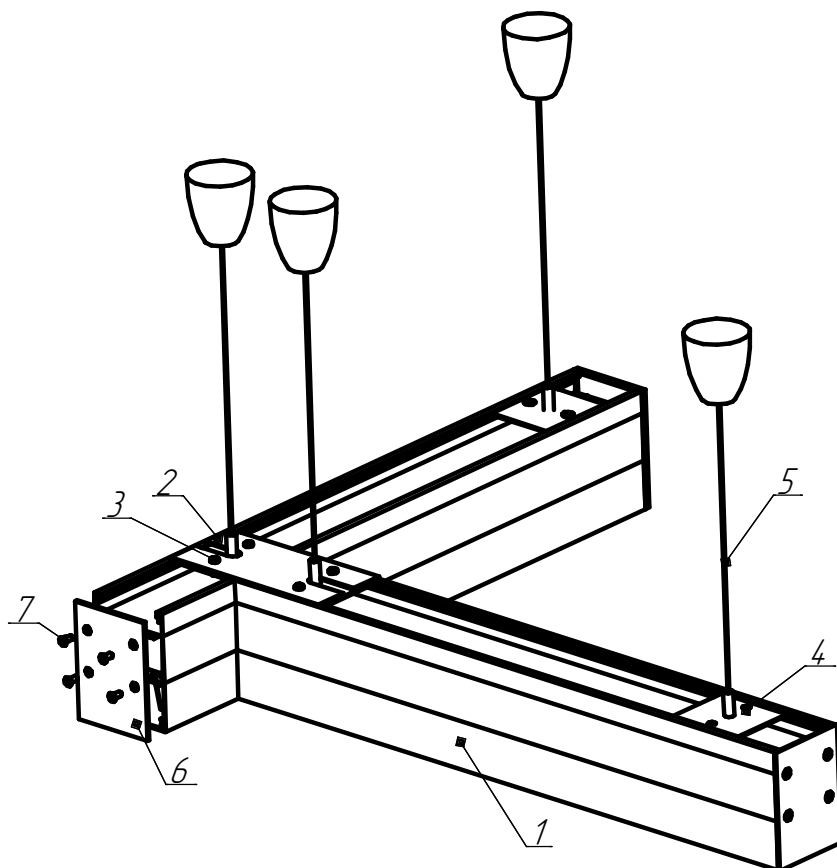

Рисунок 5 - Схема Т-образного соединения светильников.
5.9 **Т-образное соединение светильников (см. рисунок 5) :**
5.9.1 Для Т-образного соединения светильников, необходимо снять торцевую крышку в месте соединения светильников. Затем при помощи пластины соединительной ЛПО02 поз.2, винтов поз.3 и пластины подвеса (рисунок 5) соединить светильники.